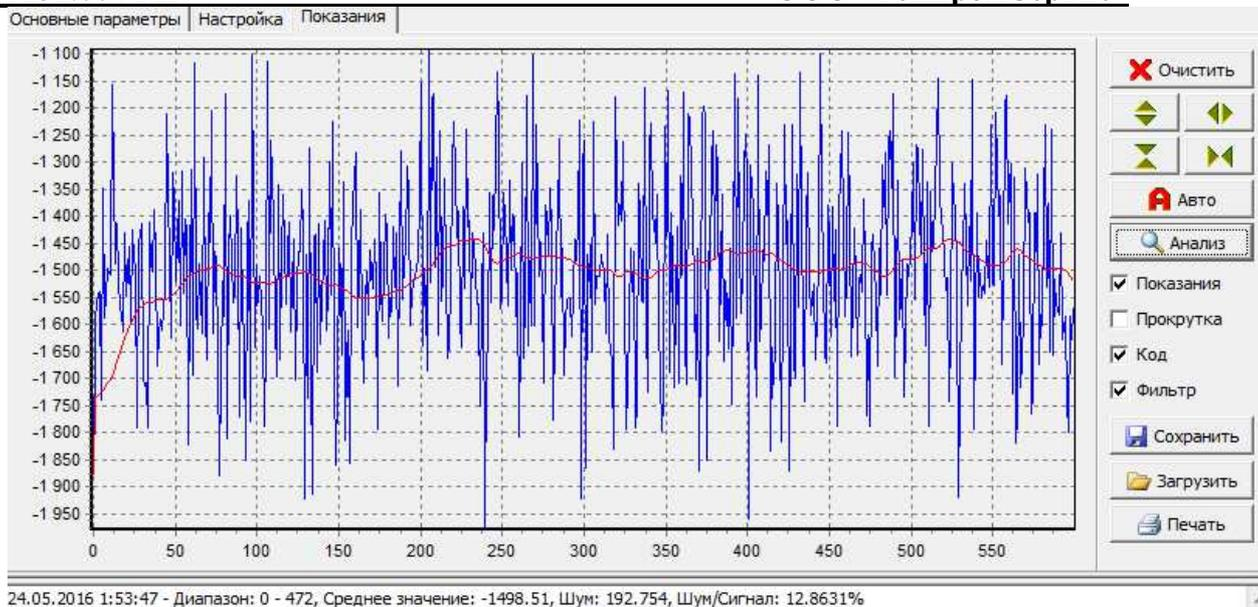

Рисунок 11
1. На закладке **Показания** установить флаг Показания и накопить показания кода. Затем нажать кнопку **Анализ**. В окне консоли будет посчитано среднее значение сигнала и шума (см. рисунок 11)